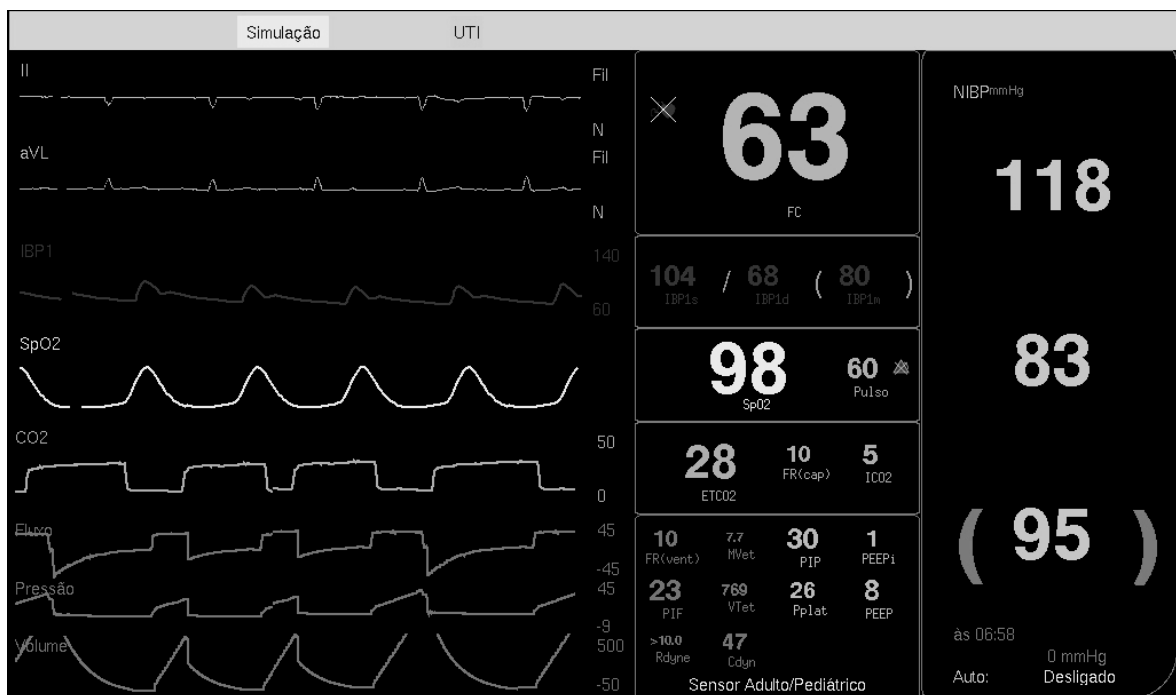

Figura 1.3-4: Exemplo de tela do DX 2023 com prioridade para curvas
- Tela curvas: Neste formato de tela é dada ênfase às curvas, mas também são mostrados os valores numéricos (parâmetros). Vide exemplo na figura 1.3-4;